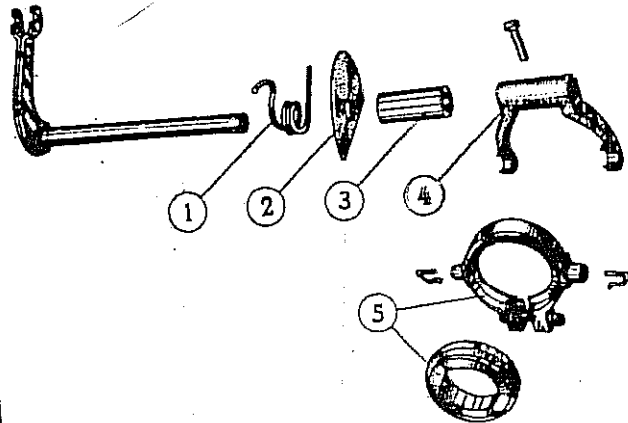

Fig. 142
- 3) Retirar el eje hacia afuera. Luego retirar la horquilla 4 (Fig. 142), el separador (3), el guardapolvo (2) y el resorte de retroceso (1).
- 2) Colocar en el eje el resorte de retroceso (1) (con el extremo acodado orientado hacia la palanca de comando), luego colocar la arandela guardapolvo de goma (2) (ver Fig. 142).
- 3) Pasar el eje por el primer buje de la tapa y colocar el separador (3) y la horquilla (4) con los alojamientos del eje del cojinete de empuje orientado hacia el lado opuesto a la caja de velocidades.